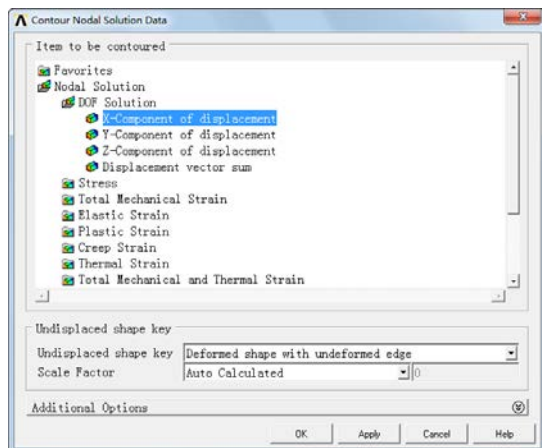

图 8-61 等值线显示节点解数据对话框
①从主菜单中选择 Main Menu: General Postproc > Plot Result > Contour Plot > Nodal Solu 命令，打开“Contour Nodal Solution Data”（等值线显示节点解数据）对话框，如图 8-61 所示。
②在“Item to be contoured”（等值线显示结果项）域中选择“DOF solution”（自由度解）选项。
③在列表框中选择“X-Component of displacement”（X 向位移）选项。
④选择“Deformed shape with undeformed edge”（变形后和未变形轮廓线）单选按钮。